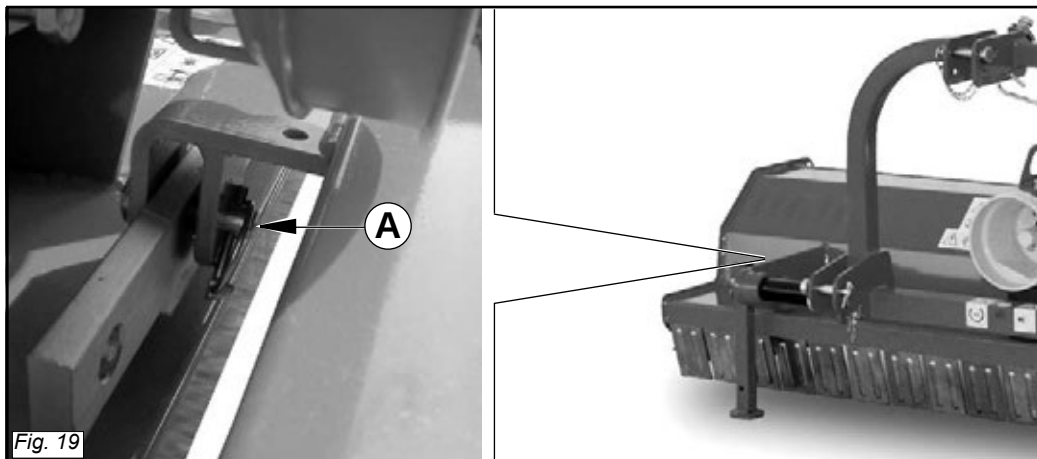

Fig. 19
La macchina, è munita di spostamento laterale meccanico o idraulico del castello dell'attacco a tre punti (Fig. 19 - 20). Questo spostamento viene utilizzato in caso di lavorazione in prossimità di fossati, o colture le quali richiedono lo spostamento della macchina lateralmente.
- Togliere il perno (A Fig. 19) dalla barra di fermo.
Maskinen er forsynet med mekanisk eller hydraulisk sideforskydning af trepunktsophænget (Fig. 19 - 20).
- Fjern stiftet (A - Fig. 19) fra stopstangen.
Maskinen är utrustad med mekanisk eller hydraulisk sidoinställning av ramen mellan 3-punktsbocken och klippaggregatet (Fig. 19 - 20). Klippaggregatet kan dessutom tiltas med en hydraulcylinder. Sidoinställning av maskinen används vid dikeskanter eller andra avgränsningar som kräver ändrat förhållande till traktorn.
- Ta bort stiftet (A - Fig. 19) från spärrstangen.